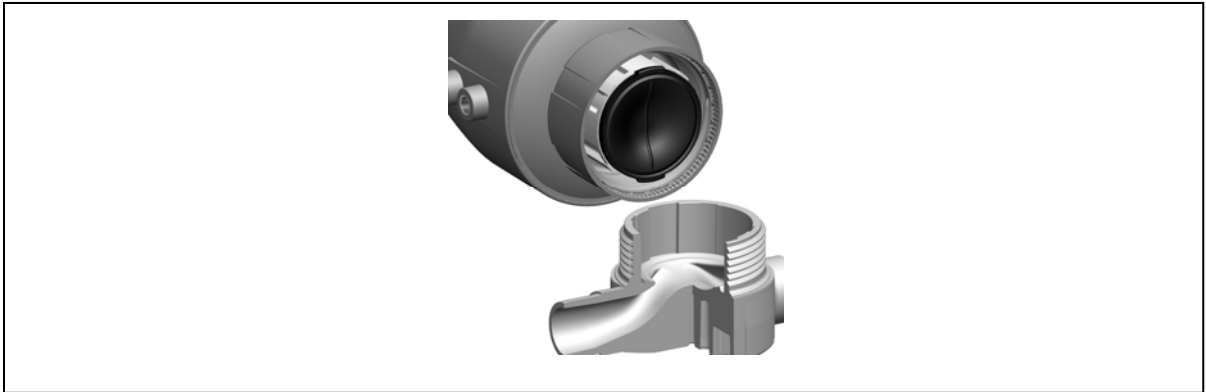

Fig. 14
- ▶ Realinee el diafragma y la pieza de compresión. Las pestañas del diafragma deben colocarse entre las estrechas barras guía de la carcasa interior, véase Fig. 14